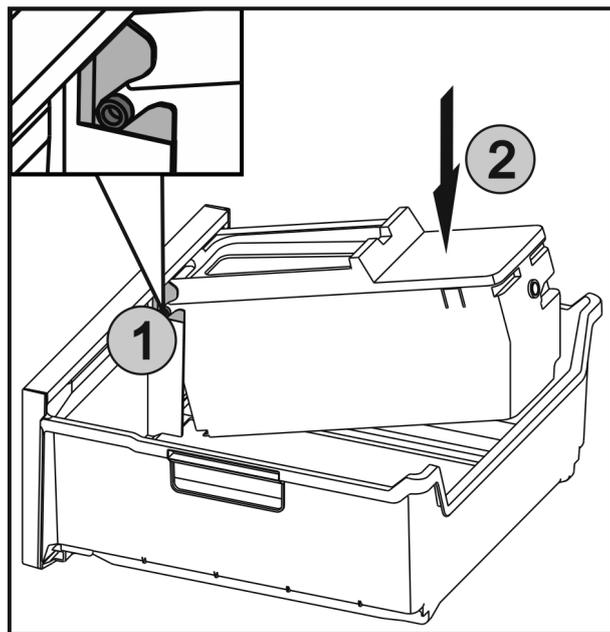

Fig. 85
- ▶ Die Achsen Fig. 85 (1) an EasyTwist-Ice in die Führungen einschieben und die hintere Seite Fig. 85 (2) bis die Lasche einrastet drücken.